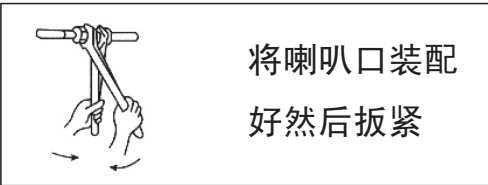

图19
- (3) 用两把扳手按图19那样双手用力且参照表（5）的扭矩牢固地扳紧。